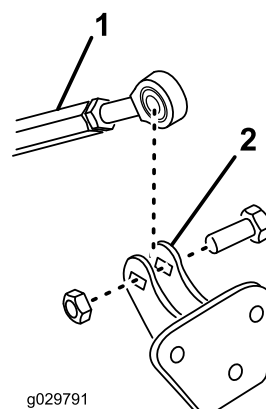

Figura 10
5. Fissate l'estremità dell'asta dell'attacco filettato al gruppo di supporto dell'attacco con un bullone ($\frac{1}{2}$ " x $1\frac{1}{2}$ ") e un dado di bloccaggio ($\frac{1}{2}$ ") come mostrato nella Figura 10.